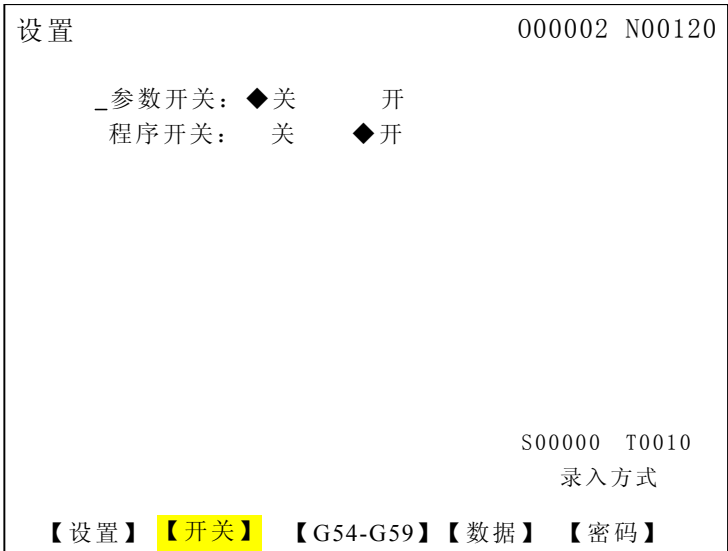

图 3-5-2-1
1、按【开 关】软键进入开关设置界面，该界面显示的内容如下图所示（见图3-5-2）：